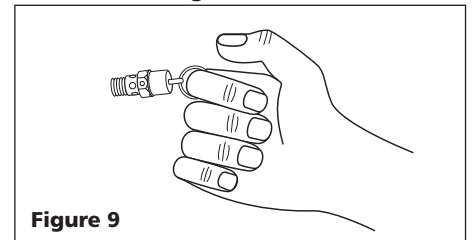

Figure 9
1. Tirer sur l'anneau de la soupape de sûreté et la laisser revenir à sa position normale (voir Figure 9). Cette soupape relâche l'air automatiquement lorsque la pression du réservoir dépasse le maximum réglé d'avance.